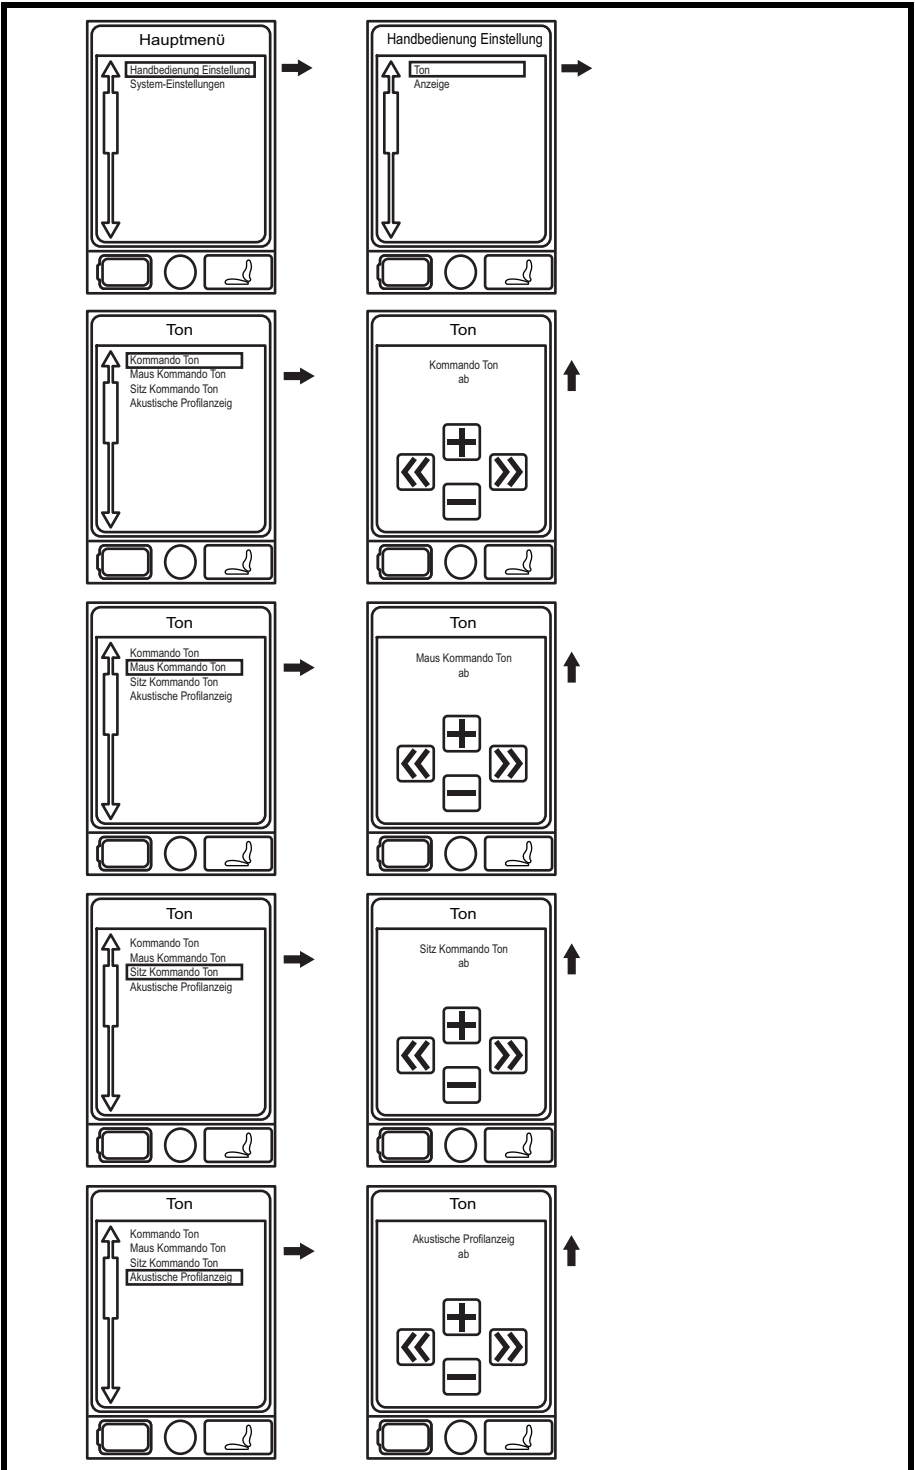

Abb. 2B. Hauptmenübildschirm
2. Drücken Sie die Menütaste, um das Hauptmenü aufzurufen. **Siehe Abb. 2B.**
3. Markieren Sie mit dem Joystick die Option “Handsteuerungseinstellungen” und drücken Sie dann den Joystick nach rechts, um diese Funktion auszuwählen. **Siehe Abb. 2B.**
6. Markieren Sie mit dem Joystick die Option “Max” und drücken Sie dann den Joystick nach rechts, um diese Funktion auszuwählen. **Siehe Abb. 2B.**
7. Drücken Sie den Joystick nach links, um die ESC-Option auszuwählen und wieder zum Menü für Ton und Bildschirmanzeige zurückzukehren. **Siehe Abb. 2B.**